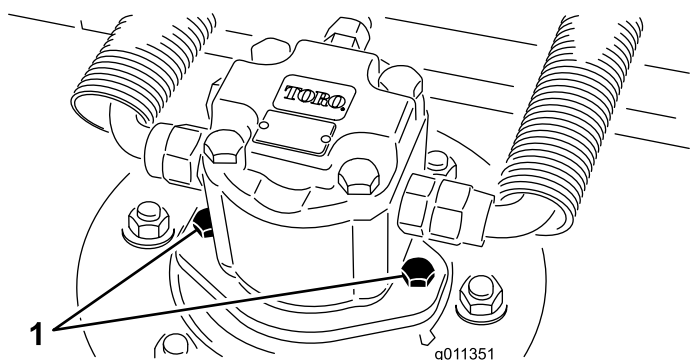

図 61
2. カッティングユニットから油圧モータを外す図 61。異物がつかないように、スピンドル上部にはカバーを掛けておく。
4. デッキに油圧モータを取り付ける 図 61。Oリングを忘れずに、また、損傷させないように注意して取り付ける。